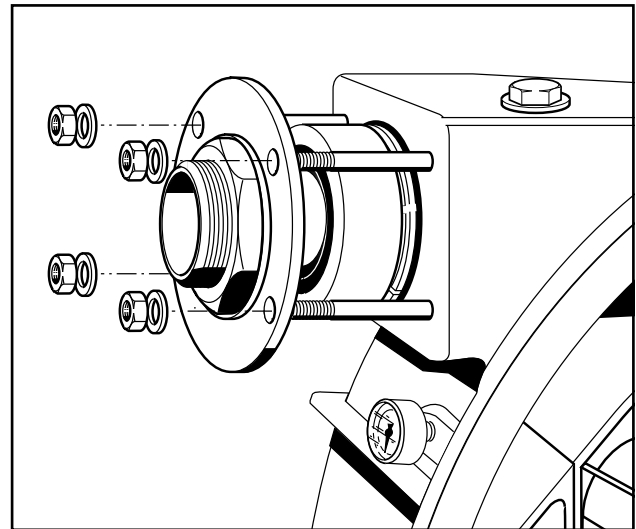

Abb. 14 Demontage Anschlussstutzen
5. Beide Anschlussstutzen komplett mit Halteflansch und Sechskant-Rohrmutter vom Pumpengehäuse abschrauben (Abb. 14) und beide Anschlussstutzen aus dem Förderschlauch herausziehen.